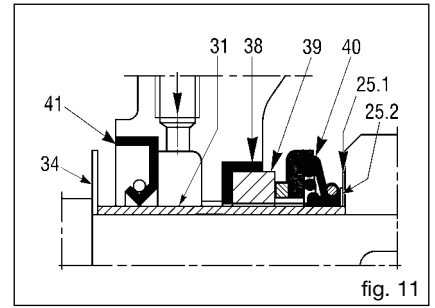

fig. 11
Per ottenere ciò le quote A e B di fig. 17, 18, 20, 21 devono risultare il più possibile uguali. A tale scopo si usano gli anelli di compensazione (25.2) (fig. 11) forniti con la tenuta di ricambio. Tali anelli servono a spostare in avanti la girante nel caso venga a trovarsi troppo distante dal piatto di usura frontale o troppo vicina a quello posteriore (quando previsto). Gli anelli di compensazione vanno montati tra l'anello sostieni tenuta (25.1) (fig. 11) e la girante. Ulteriori aggiustamenti possono essere fatti con le guarnizioni corpo e piatto posteriore. L'interposizione della guarnizione (43) (fig. 10) di spessore 0,5 mm determina la distanza richiesta (fig. 19).